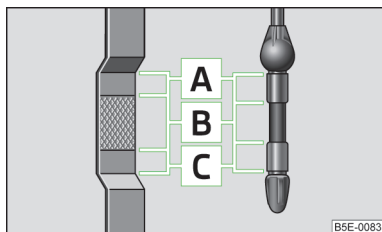

Abb. 135
- Liegt der Ölstand oberhalb des Bereichs **A** » Abb. 135 auf Seite 164, nicht weiterfahren! Den Motor abstellen und die Hilfe eines Fachbetriebs in Anspruch nehmen.
Der Ölmesstab zeigt den Motorölstand an » Abb. 135.
Der Ölstand darf keinesfalls oberhalb des Bereichs **A** » Abb. 135 liegen - es besteht die Beschädigungsgefahr der Abgasanlage!